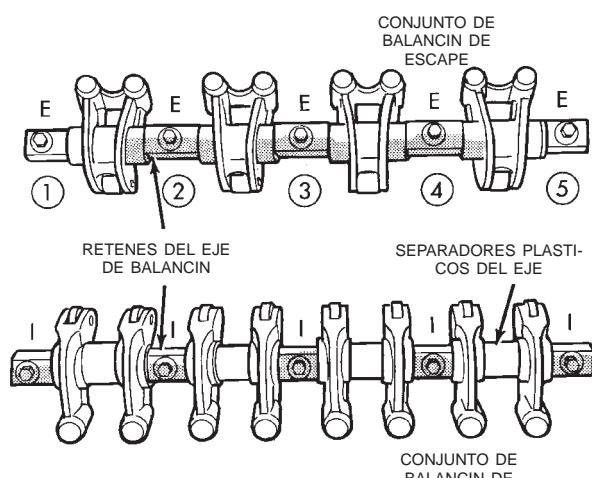
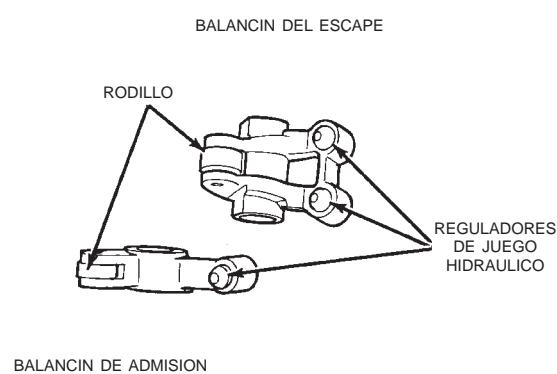
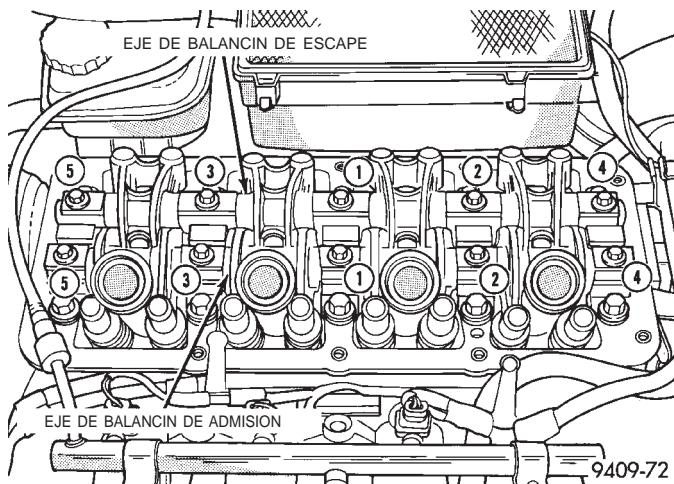

Fig. 23 Conjuntos de eje de balancín
Fig. 24 Conjuntos de balancín
Fig. 25 Escotaduras del eje de balancín
(1) Retire la tapa de la culata de cilindros siguiendo el procedimiento descrito en esta sección.
(2) Identifique los conjuntos de eje de balancín antes de retirarlos.
(3) Afloje los dispositivos de fijación. Retire de la culata de cilindros, los conjuntos de eje de balancín.
(4) Identifique los separadores y retenes de los balancines para cuando vuelva a ensamblarlos. Desensamble los conjuntos de balancín, retirando los pernos de fijación del eje (Fig. 23).
(5) Retire deslizando los balancines y separadores del eje. Manténgalos en la misma posición para su reensamblaje.
**NOTA:** Inspeccione si el balancín está rayado, desgastado en el rodillo o averiado (Fig. 24). Reemplace según sea necesario. Verifique si existe desgaste o averías en la localización donde los balancines se instalan en los ejes. Reemplace si están averiados o gastados. El eje de balancín es hueco y sirve como conducto de aceite para lubricación. Verifique con un alambre si los orificios de lubricación están obstruidos y límpie según sea necesario. Lubrique los balancines y separadores. Instale sobre los ejes en la posición original (Fig. 23).
(1) Instale el conjunto de balancín/regulador de juego hidráulico, asegurándose de que los reguladores se encuentren por lo menos parcialmente llenos de aceite. Esto se hace evidente porque hay poco o ningún recorrido del émbolo, cuando se oprime el regulador de juego. Si existe excesivo recorrido del émbolo, coloque el conjunto de balancín en aceite de motor limpio y bombee el émbolo hasta que el recorrido del regulador de juego se reduzca. Si el recorrido no se reduce, reemplace el conjunto. El regulador de juego hidráulico y el balancín se reparan como conjunto.
(2) Instale los conjuntos de balancín y eje con la ESCOTADURA de los ejes de balancín apuntando hacia arriba y hacia el lado de la correa de distribución en el motor (Fig. 25). Instale los retenes en sus posiciones originales en los ejes de escape y admisión (Fig. 23).